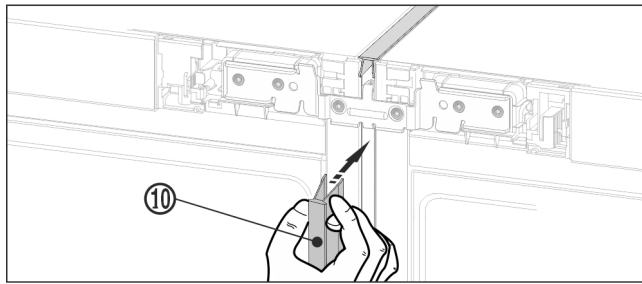

Fig. 21
- ▶ À l'avant, pousser la baguette longue Fig. 21 (10) dans la fente verticale. Veiller à ce que la baguette repose sur la tôle de jonction.